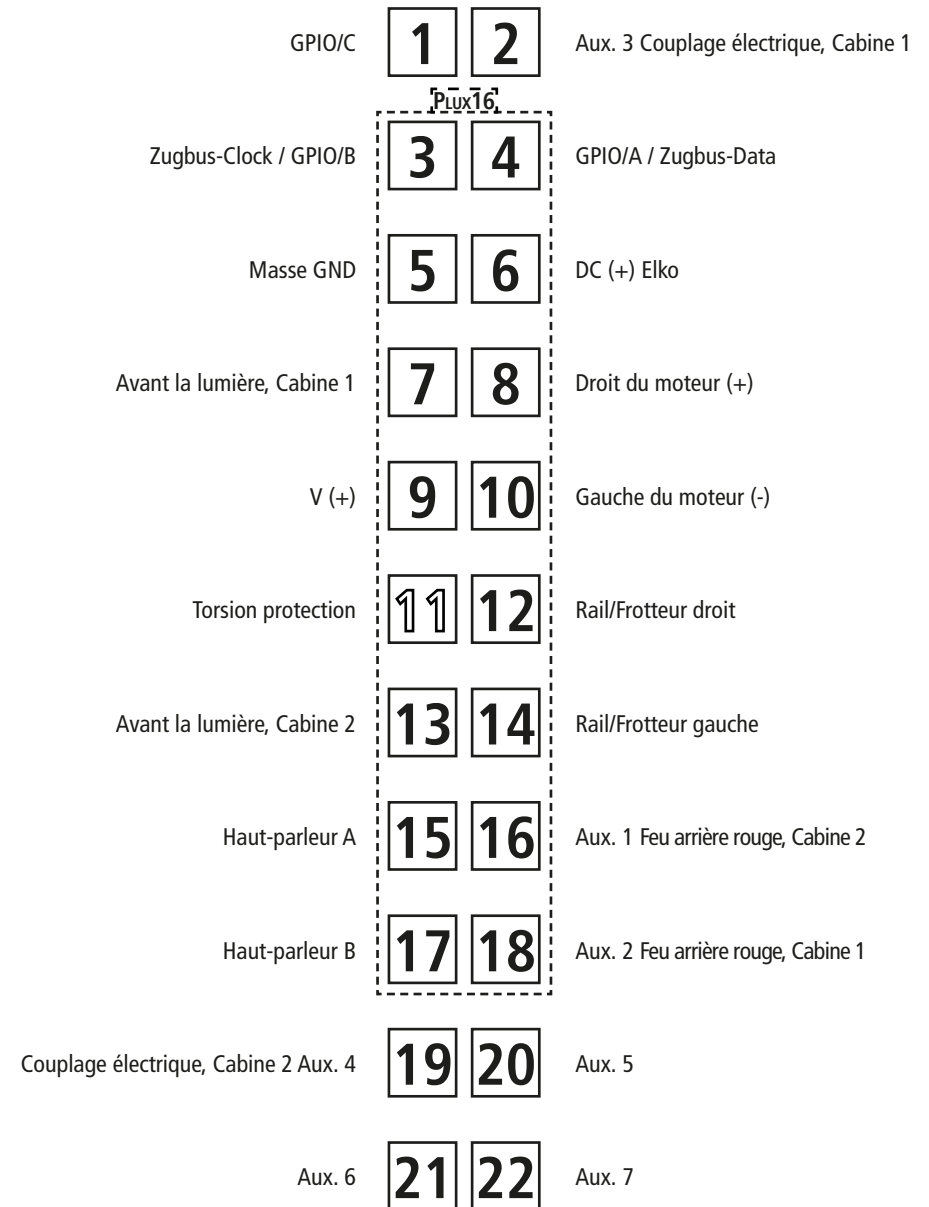
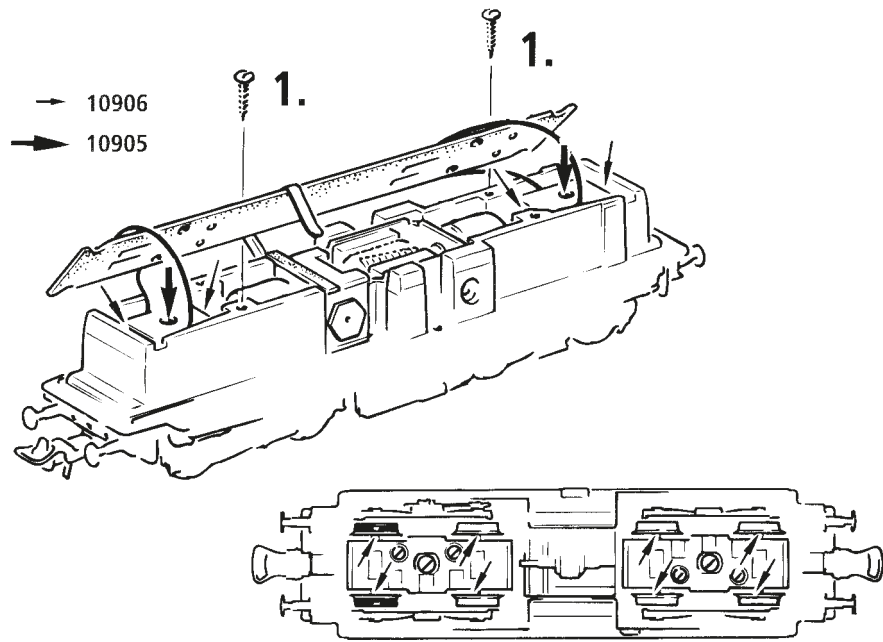
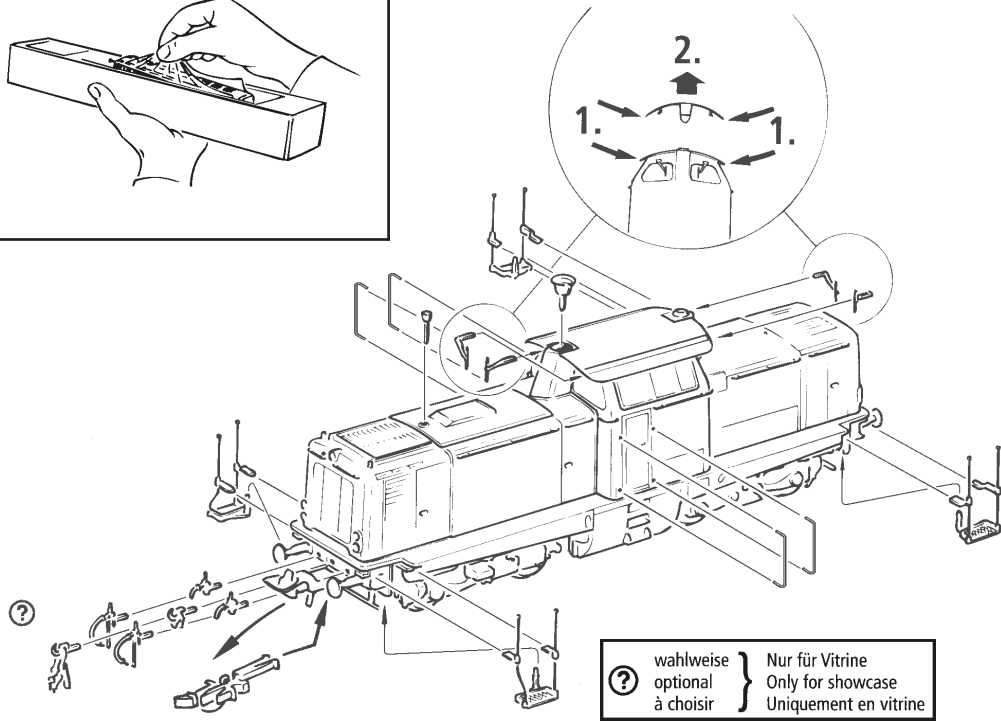

Fig. 7
Fig. 9
Fig. 3
**2. Schmierung:** Versehen Sie die im Schmierplan in Fig. 7 gekennzeichneten Stellen mit nur **kleinen Öltropfen**. Dazu zuerst das Lokgehäuse abnehmen (Fig. 3). Wir empfehlen den **ROCO Öler Art.-Nr. 10906**. Fürs Schmieren der Getriebeteile (Zahnräder, Schnecke) empfehlen wir das **ROCO-Spezialfett Art.-Nr. 10905**. Im Falle der Schmierung diese Teile **nicht ölen**.
**Mehrzugbetrieb:** Zuerst Lokgehäuse abnehmen (Fig. 3). Danach den Brückenstecker aus der Schnittstelle entfernen (diesen sorgsam aufbewahren). Danach den Stecker des Steuerbausteins lagerichtig einsetzen (siehe Fig. 9).
**4. Kohlebürstenwechsel:** Lokgehäuse abnehmen (Fig. 3). Danach wird der Motor ausgebaut und die Kohlebürsten ausgewechselt (Fig. 6).
**2. Lubrication:** Apply **tiny oil drops** to spots marked in fig. 7. Prior to lubrication dismantle locomotive (fig. 3). We recommend using item no. **10906, Roco oiler**. For lubrication the gearparts (e.g. cogwheels, worm) we would recommend our Roco **special grease** (item no. **10905**).
Remove the jumper from the interface. Finally put the plug of the chip into the interface as shown in fig. 9.
**4. Carbon Brush Changing:** First remove loco body (fig. 3), and then the motor (fig. 6).
**2. Graissage:** N'appliquez **qu'une toute petite goutte** aux endroits indiqués par le plan de graissage (fig. 7) après avoir démonté la caisse de la locomotive (fig. 3). Nous vous recommandons **le graisseur à huile Roco réf. 10906**. Pour graisser les engrenages (roues dentées, vis sans fin) nous vous conseillons la **graisse spéciale Roco réf. 10905** pour engrenages en matières synthétiques. Lorsque vous utilisez cette graisse il faut éviter d'huiler ces composants.
**4. Remplacement des balais du moteur:** Démontez la caisse (voir fig. 3). Démontez ensuite le moteur et échangez le balais (fig. 6).